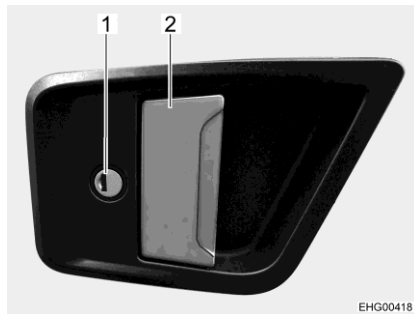
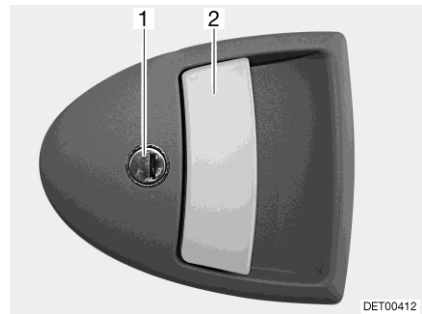

Fig. 51 Cerradura de la puerta (puerta de entrada en el exterior)
Fig. 52 Cerradura de la puerta, variante (puerta de entrada en el exterior)
- Introducir la llave en el cilindro de cierre (Fig. 51,1 ó Fig. 52,1) y girarla hasta que esté desbloqueada la cerradura de la puerta.
- Tirar del tirador de la puerta (Fig. 51,2 ó Fig. 52,2). La puerta está abierta.
- Introducir la llave en el cilindro de cierre (Fig. 51,1 ó Fig. 52,1) y girarla hasta que esté bloqueada la cerradura de la puerta.